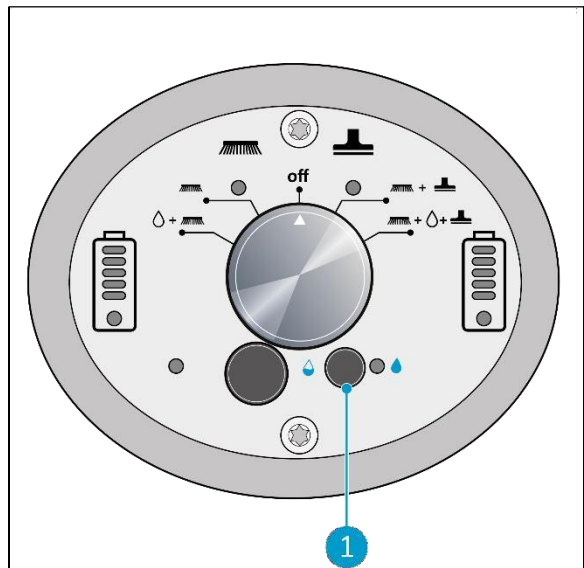

Figura 18
1. Active el modo ECO pulsando el botón ECO (figura 18, punto 1).